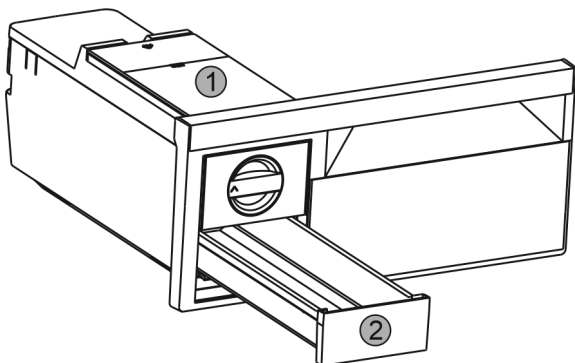

Fig. 27
- ▶ Vyměňte nádržku na vodu Fig. 27 (1) a zásuvku na kostky ledu Fig. 27 (2).